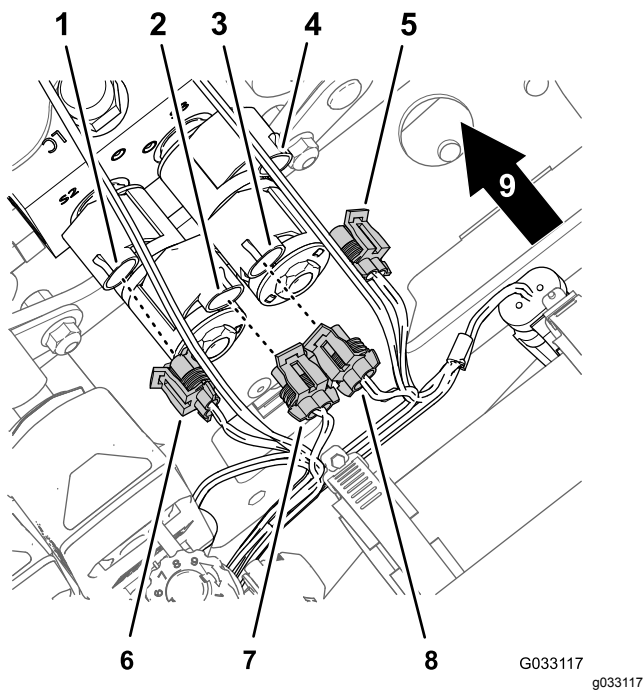

Рисунок 17
3. Отсоедините 2-гнездовые разъемы жгута проводов доводочного комплекта ультразвукового выравнивания стрелы (Рисунок 17) от 2-штыревых соединителей электромагнитов коллектора подъемного цилиндра следующим образом: